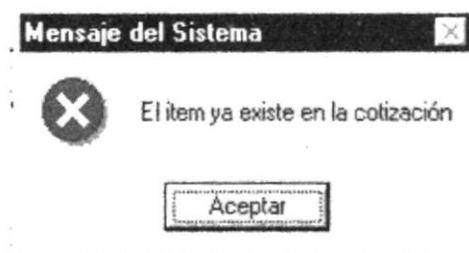

Figura 8.10 Mensaje de Advertencia.
- Si el material que escogió estaba ingresado antes aparecerá el siguiente mensaje. **Figura 8.10**